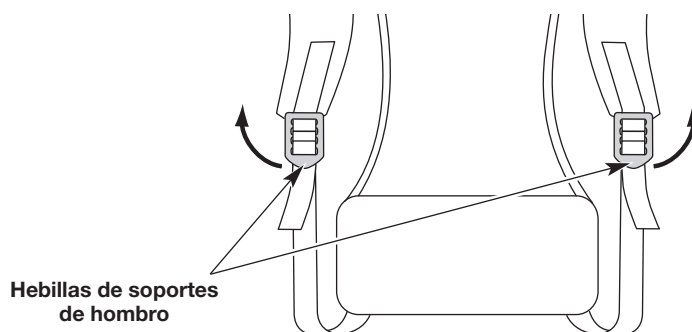

Fig. 11
1. Tire hacia arriba de las lengüetas de las hebillas de los soportes de hombro para aflojar los soportes (Fig. 11).